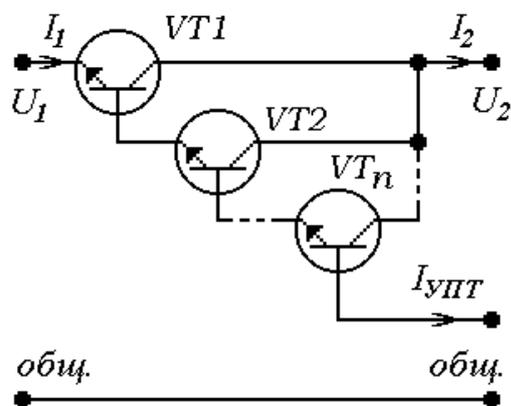

Рис.7. Вариант 7
$$K_{I_l} = \beta_l, \quad l=1 \dots n, \text{ для рис. 7, 8.} \quad (11)$$
$$R_l = \infty, l=1...n, \text{ для рис. 7, 8.} \quad (14)$$
$$I_{УПТmax} = \frac{I_{PЭmax}}{\prod_{i=1}^n K_{I_i}}, \text{ для рис. 7, 8, 9, 10.} \quad (18)$$
$$R_{вхРЭ} = \sum_{l=1}^n \left( r_{вх_l} \prod_{i=0}^{n-l} K_{I_i} \right), \text{ для рис. 7, 8.} \quad (28)$$